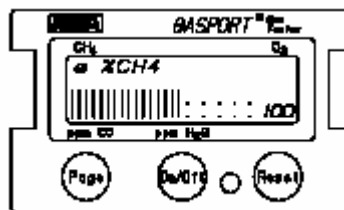

Figura 2-22. Página Desplegado Gráfica de Barra 5-100% CH4
- El desplegado automáticamente cambiará al desplegado de gráfica de barras en % de CH4 cuando las lecturas se excedan del 100% de LEL o 5% de CH4, Vea la Figura 2-22.